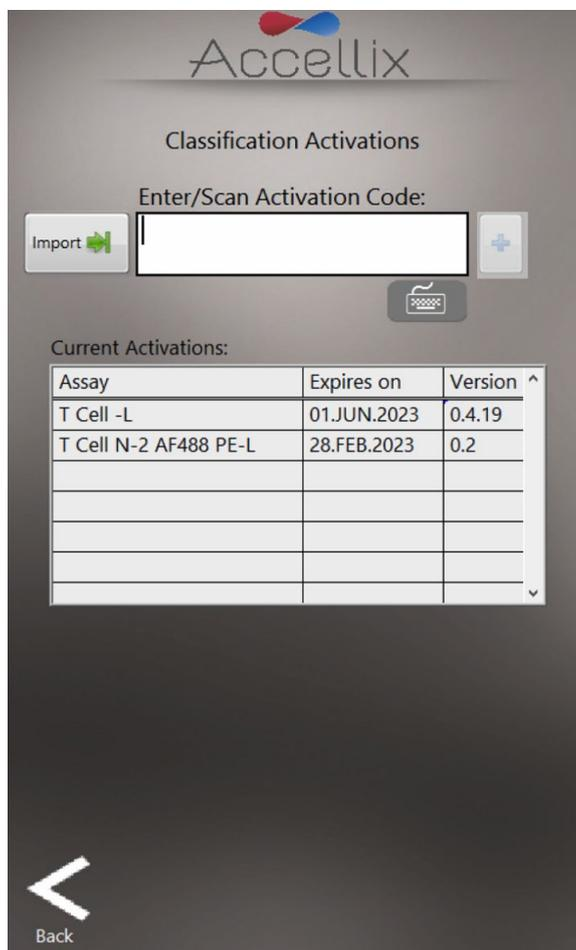

图30: 自动分类订阅屏幕
**Auto-Classification Subscriptions** (自动分类订阅) 屏幕允许用户查看和添加任何测定的自动分类 (AC) 订阅 (图 30)。如需更多信息, 请联系 [sales@accellix.com](mailto:sales@accellix.com)。